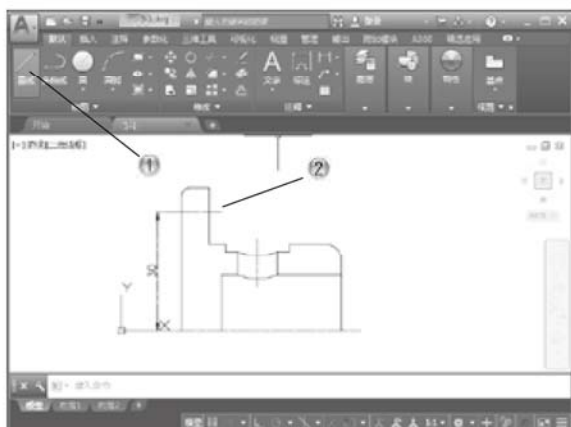

图 5-82
- ① 单击【绘图】面板中的【直线】按钮，如图 5-82 所示。
- ② 在绘图区绘制中心线。